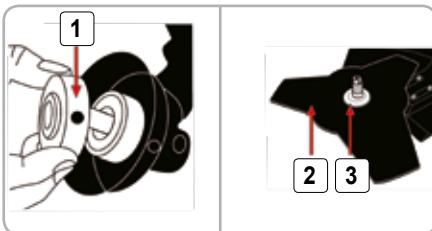
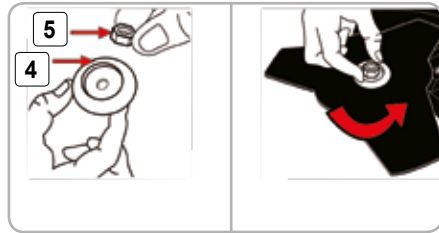

Fig.7
Fig.8
**Montarea discului tăietor Fig. 7**
- Introduceți pe rând: 1 - Fișă cu canelură pentru cuplarea capului sau a discului 2 - Disc tăietor 3 - Clemă șaibă 4 - Capac 5 - Piuliță, exact ca în Fig. 7,8
- Clema șaiba Fig 7 (3), capacul Fig 8 (4) și piulița Fig 8 (5) nu sunt necesare pentru montarea capului de tăiere cu nailon.